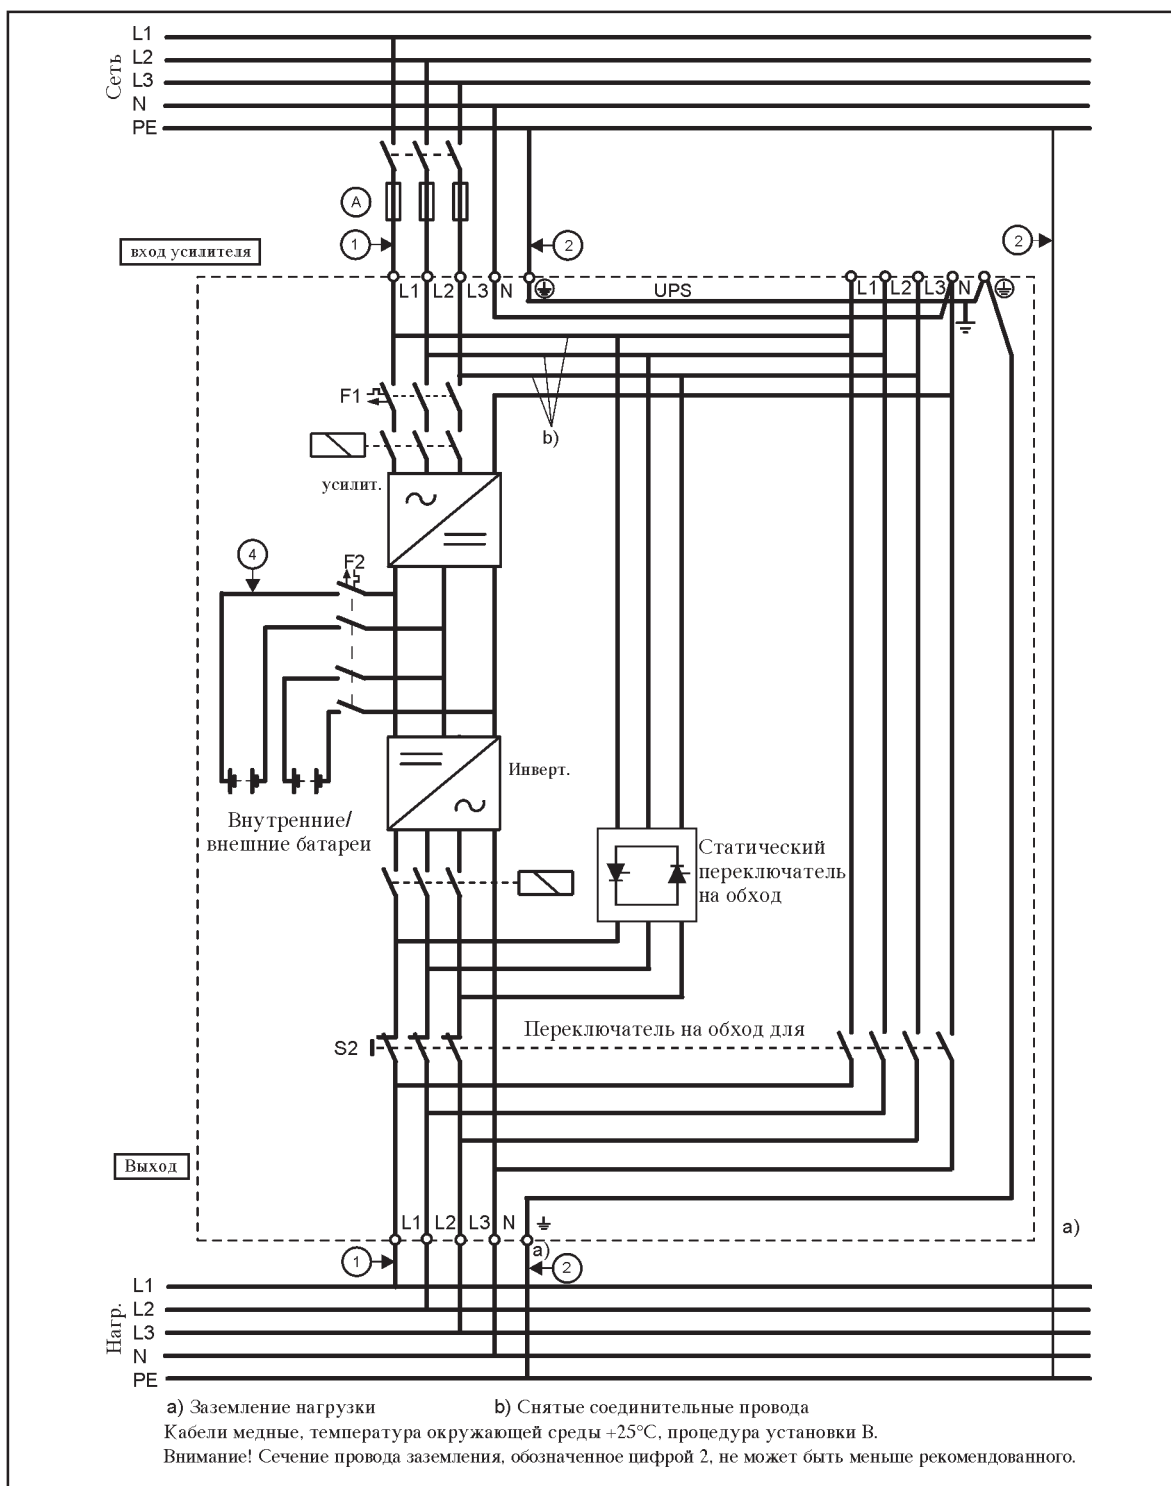

Рис. 6. Пяти-проводная установка ИБП для моделей от 7,5 до 15 кВА с одним входом.
1. Проверьте, что электропроводка на месте подключения ИБП выполнена в соответствии с общими требованиями. Также проверьте соответствие плавких предохранителей и сечения проводов, указанных на рис.5 для, рис.6 Это зависит от того, какой способ подключения ИБП используется - на два входа ИБП или на один.
5. ИБП подключается в соответствии с рис.5 или рис.6. Это зависит от того, какой способ подключения ИБП используется - на два входа или на один. Стандартная модель NS.
**Таблица 3.** Параметры кабелей и предохранителей для пяти-проводной установки ИБП моделей от 7,5 до 15 кВА с одним входом. Проверьте, чтобы цифры на предохранителях и буквы на кабелях совпадали со значениями, приведенными на рис. 6.